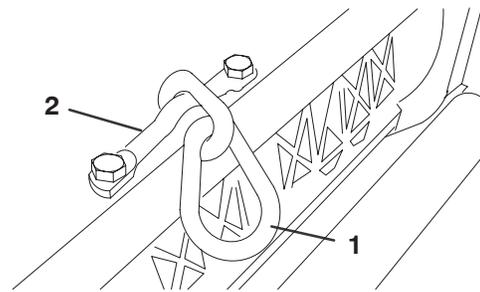

Bild 12
2. Montieren Sie das Kettenglied (Bild 12) mit der Befestigungshalterung und den zwei Schrauben oben am Mähwerk. Ziehen Sie die Schrauben auf 34–40 Nm fest. Das breite Ende der Verbindung muss an der Federung der Zugmaschine eingehakt werden.